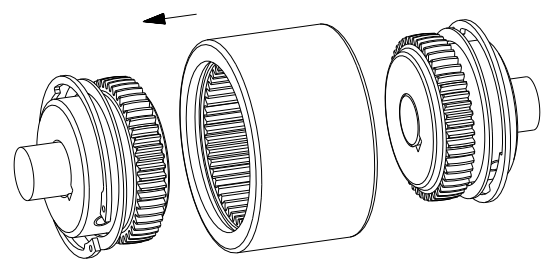

図 9
- 片側のハブのギヤに合わせてスリーブを取付けて下さい(図 9 をご参照)。